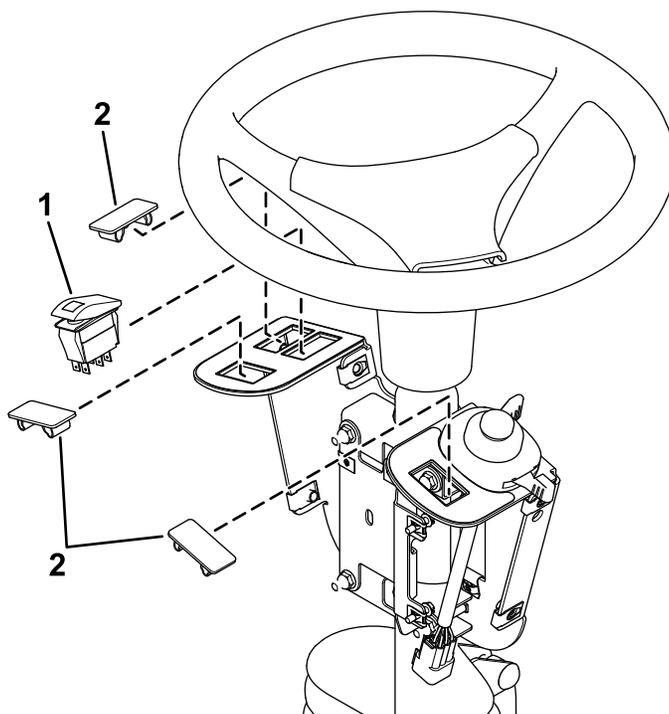

Figure 5
3. Installez le commutateur à bascule et les obturateurs de trou dans le support de commutateurs (Figure 5).